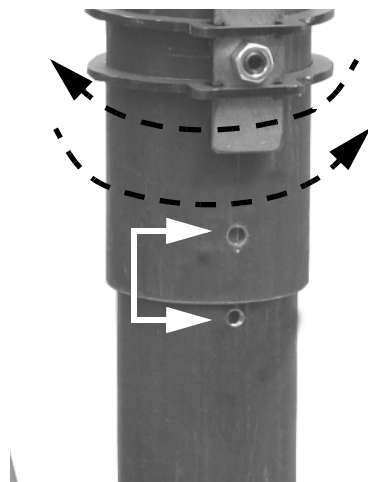

Рис. 16
- 3 Снять фланцевый патрубок Т, открутив для этого 4 винта с углубленной головкой VTF (Рис. 16)